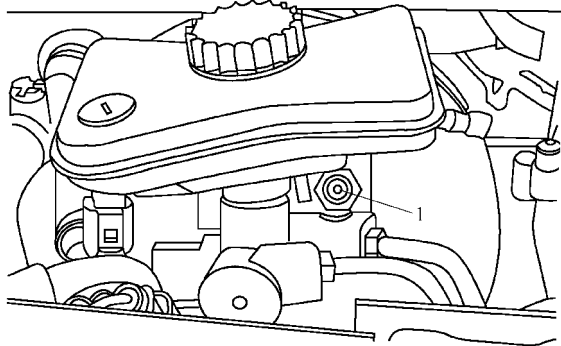

图 3-2-30 将储液罐推向一侧并旋下螺栓
8) 如图 3-2-30 所示, 将储液罐推向一侧, 并旋下螺栓 1。